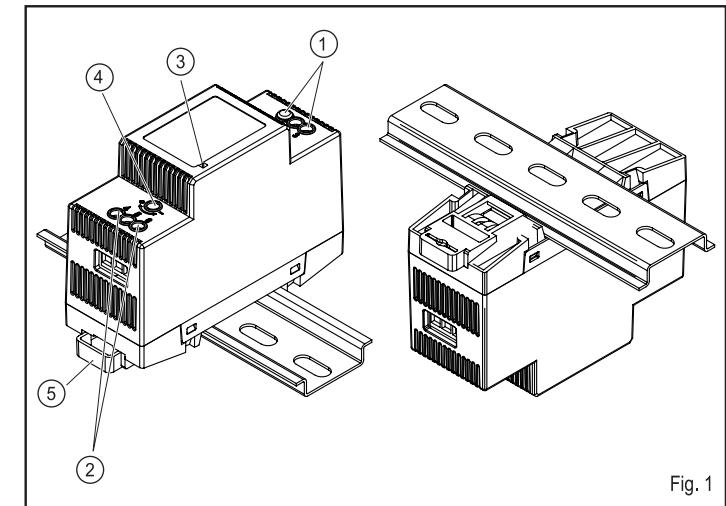

Fig. 1
### 2. Installation Fig. 1,2
### 4. Input ① , Fig. 1
### 4. Entrée ①, Fig. 1